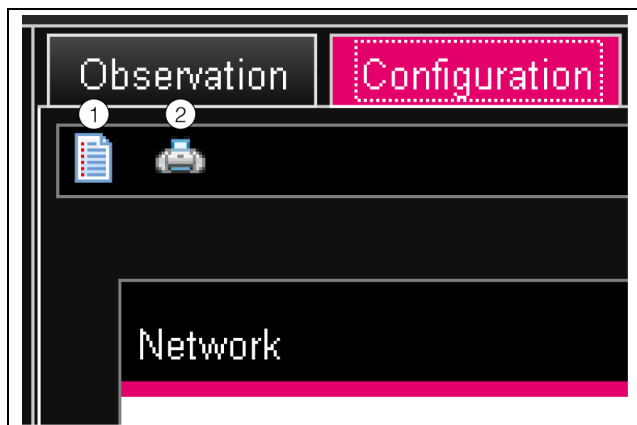

Imagen 41: Resumen de los ajustes actuales
Si se ha seleccionado todo el sistema «Processing Unit», los dos botones de la parte superior de la pestaña **Configuration** permiten visualizar un resumen de los ajustes actuales (botón izquierdo imagen 41, pos. 1) o bien imprimirlo (botón derecho imagen 41, pos. 2).